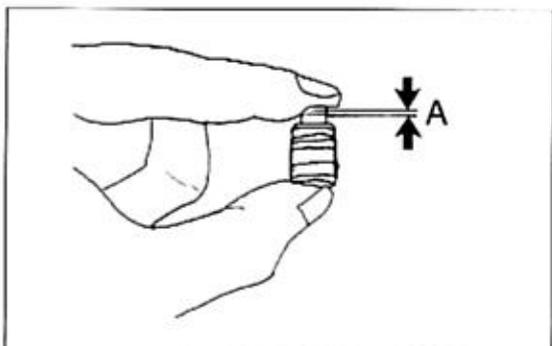

Bild 122
- Neue Ventilschaftdichtungen geölt montieren (von Hand aufdrücken; Bild 122).